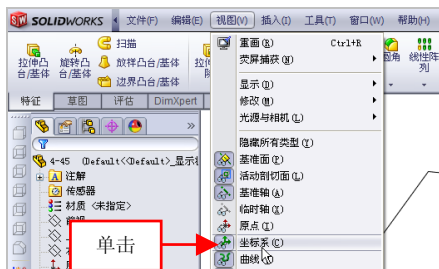

图 4-46 单击【坐标系】命令
(2) 单击菜单栏中的【视图】|【坐标系】命令，如图 4-46 所示。